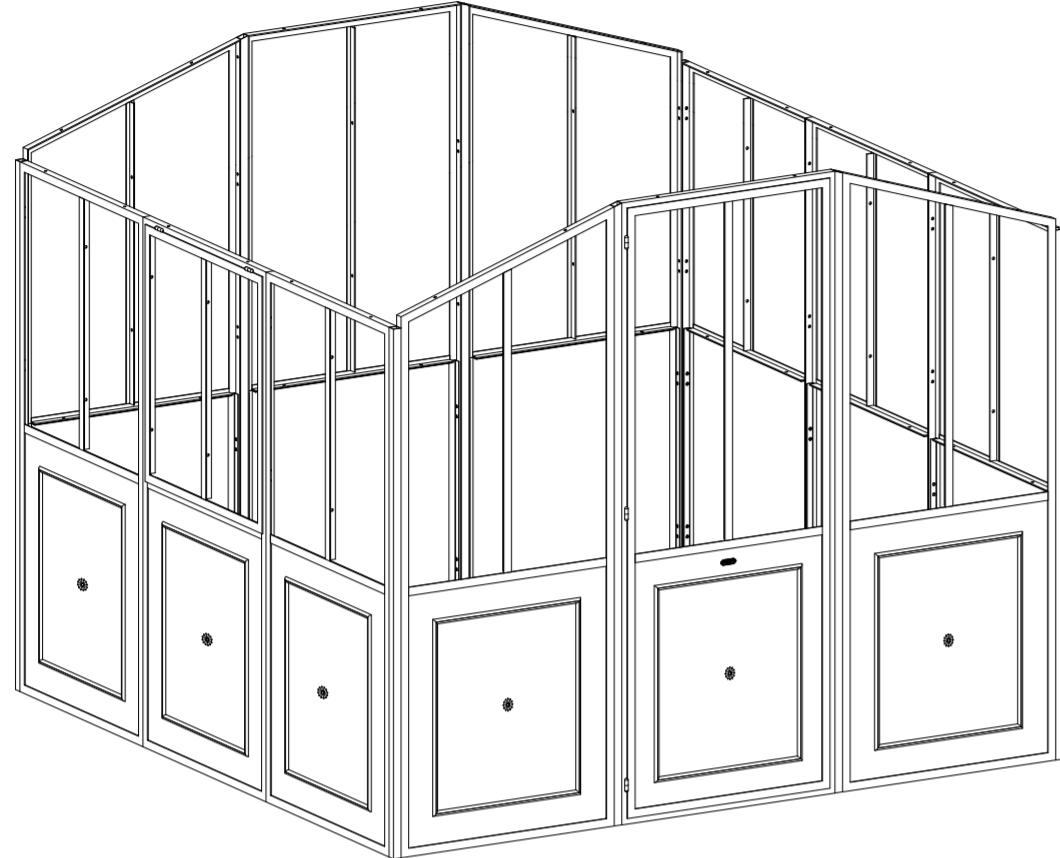

fig. 13
**I** Ripetere le operazioni fin qui descritte fino ad ottenere la struttura, come in fig. 13, fissata solo nella parte inferiore dei pannelli.
**GB** Repeat the operations described so far until obtaining a structure, as shown in fig. 13, only fixed in the lower part of the panels.
**F** Répéter les opérations jusqu'à obtenir la structure, comme indiqué en fig. 13, fixée uniquement dans la partie inférieure des panneaux.
**E** Repetir las operaciones anteriores hasta obtener la estructura de la fig. 13, fijada sólo en la parte inferior de los paneles.
**D** Die bis hier beschriebenen Vorgänge wiederholen, bis eine Struktur wie auf Abb. 13 dargestellt entsteht, die nur an der Unterseite der Platten befestigt ist.